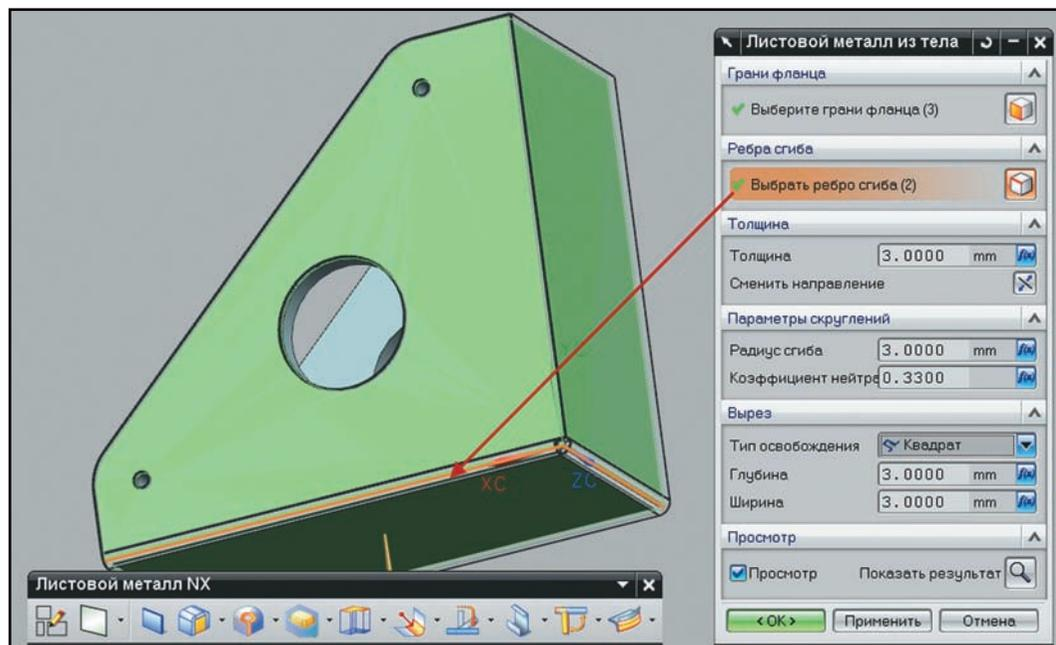

Рисунок 5.29. Назначение местагиба
- Нажмите кнопку **Выберите грани фланца (Select Web Face)** и укажите вторую боковую грань. После этого для этой грани также укажите место создания сгиба, аналогично первой боковой грани (рис. 5.29). Затем завершите преобразование нажатием кнопки **ОК** в диалоге команды.